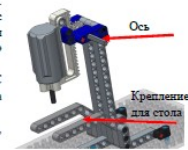

Рисунок 4
- Стол должен крепиться к угловым балкам, отмеченным на рис. 4
- 4.2. Вращая ось, отмеченную на рис. 4, проверьте правильность сборки – режущая балка должна сдвигаться по вертикали вместе с держателем мотора.